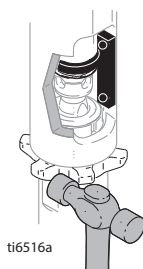

Fig. 13
- 5 Fig. 13. Desserrez le contre-écrou. Dévissez la pompe.